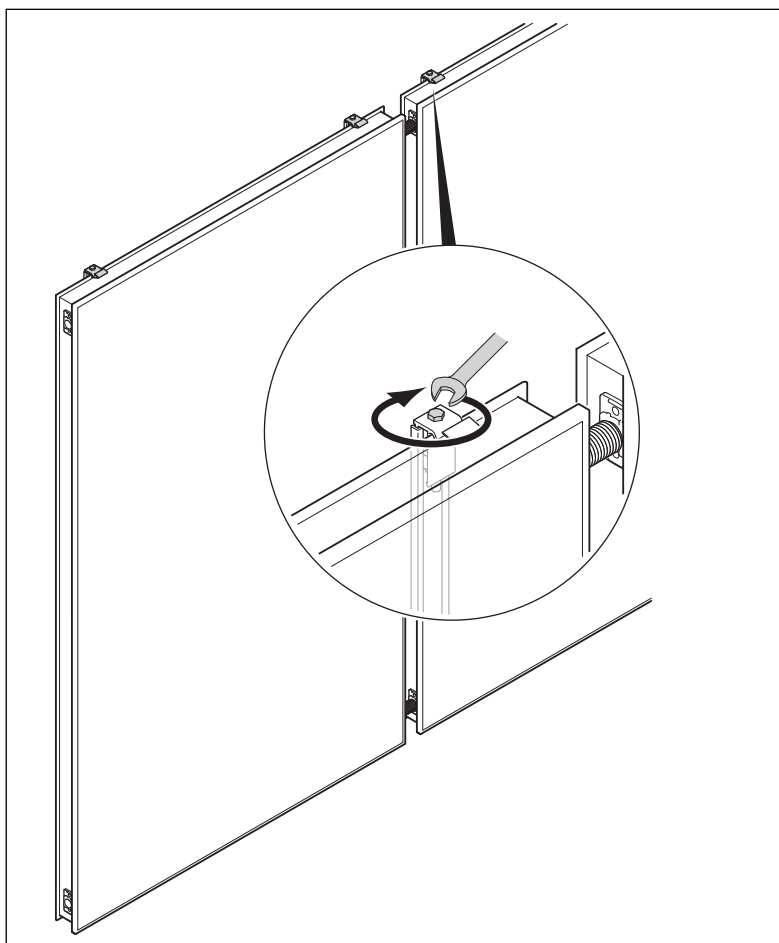

Fig. 5.11 Serrez à fond des agrafes de fixation (représenté ici : VFK 135/2 VD)
- Montez les rails muraux du deuxième capteur plan à une distance de 35 mm par rapport au bord supérieur du capteur plan supérieur (→ Fig. 5.11).